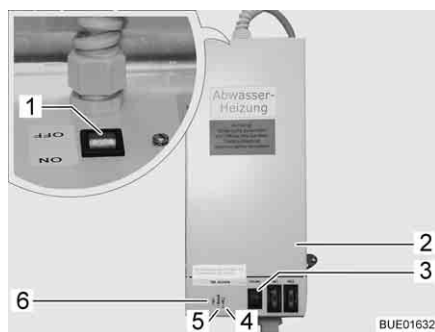

Fig. 209 Transformateur avec régulateur
Le transformateur 230 V AC/12 V DC (Fig. 209,2) est, suivant le modèle, monté dans la penderie ou dans la banquette de la dînette.
- Le voyant de contrôle (Fig. 209,5) s'allume en vert : Régulateur en marche.
- Les voyants de contrôle (Fig. 209, 4 et 6) s'allument en rouge : Les conduites des eaux usées sont chauffées.
Un bouton-poussoir de contrôle (Fig. 209,3) est intégré dans le boîtier, ce bouton permet d'enclencher brièvement le régulateur. En appuyant sur le bouton-poussoir de contrôle, vous pouvez tester le fonctionnement du chauffage, même si la température ambiante est supérieure à 5 °C.
- Placer l'interrupteur (Fig. 209,1) du transformateur (Fig. 209,2) sur "ON".
- Placer l'interrupteur (Fig. 209,1) du transformateur (Fig. 209,2) sur "OFF".